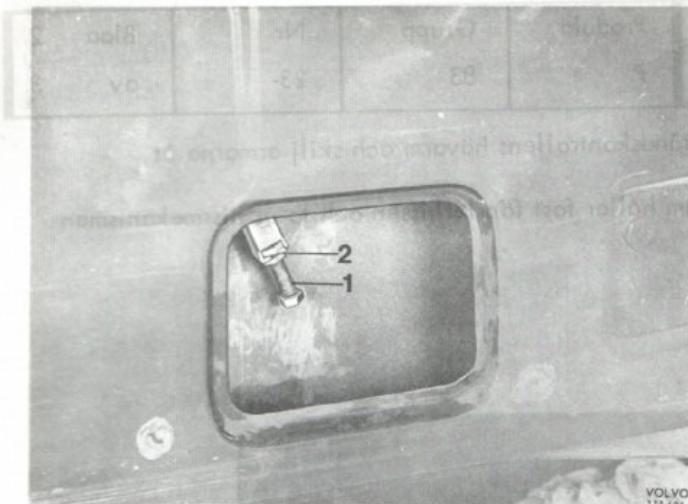

Bild 7.
5. Justera in rutanså att den ligger jämt mot tätning-listen i karossens samt kontrollera att rutans översta läge motsvarar ramens till ventilationsrutan. Detta ändläge justeras med skruven (1 bild 7), som först lossas genom att lossa låsmuttern (2). Rutans ändläge förskjuts uppåt resp. nedåt om skruven (1) skruvas inåt resp. utåt.